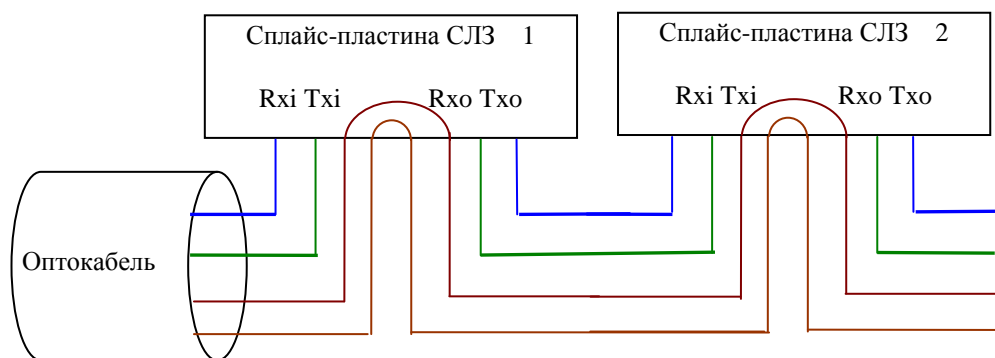

Рисунок 7.11 Последовательное подключение, 2 оптоволоконка кабеля в резерве.
- Количество используемых жил (оптоволокон) в оптокабеле должно выбираться, исходя от необходимости резервирования линий связи (как минимум двойной запас). Вариант подключения серверов по оптокабелям представлен на рис. 7.11.